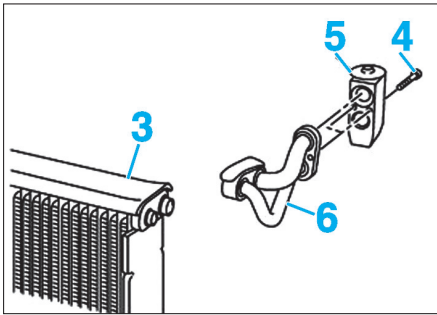

Fig. 13
- Couper l'isolant supérieur (3) de l'évaporateur (Fig.13).
- le boulon de fixation (4) du détendeur,
- le détendeur (5),
- les tuyaux (6).